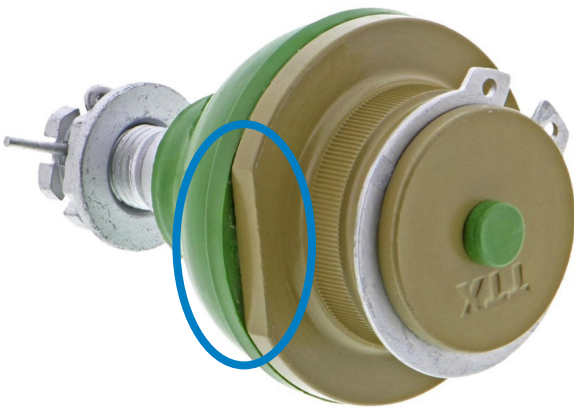

Figura 2. Superficie plana maquinada en la carcasa de la junta esférica (encerrada dentro del círculo)
- Encuentre la superficie plana maquinada en la carcasa de la junta esférica. **Vea la Figura 2.**